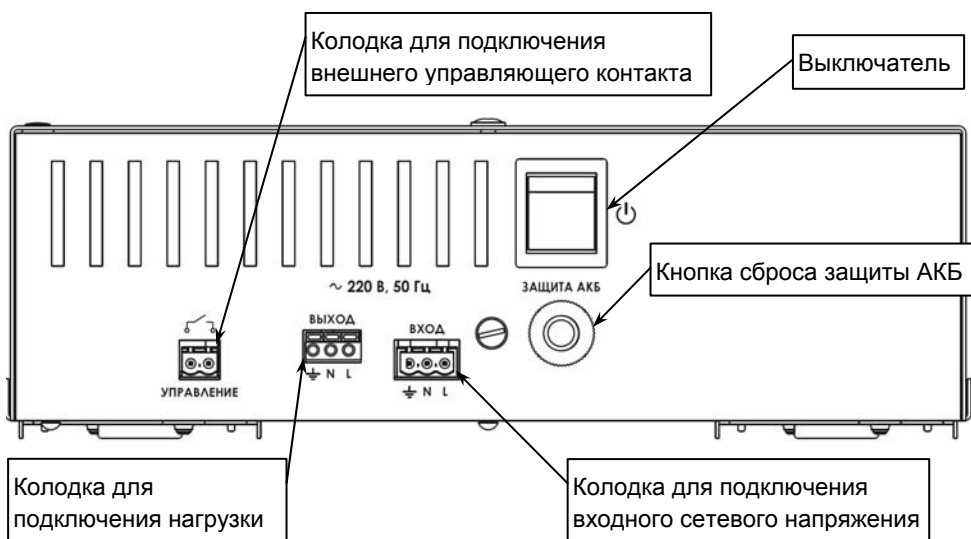
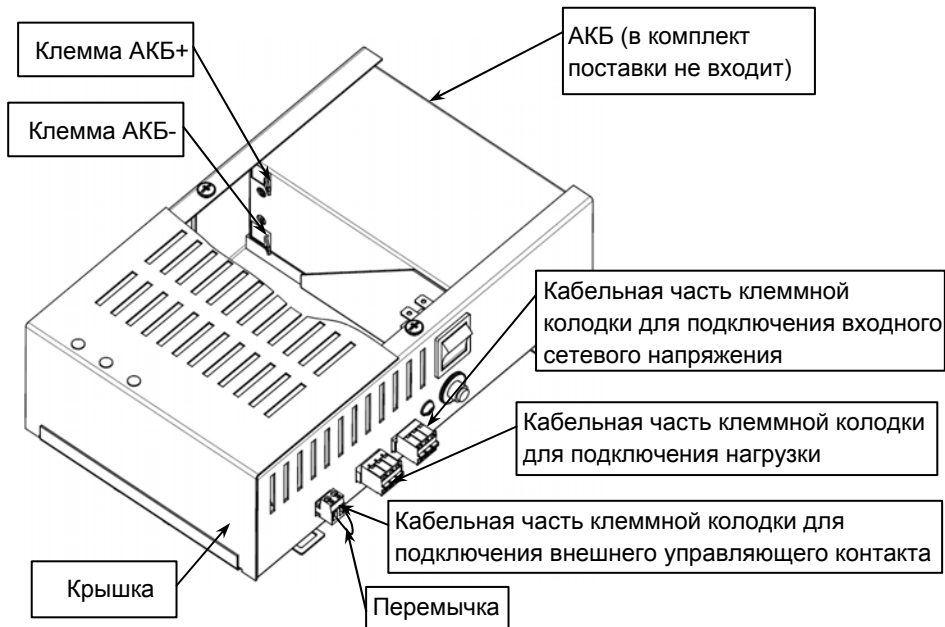

Рисунок 2- вид изделия со стороны подключения
Рисунок 3 — расположение АКБ и кабельных частей колодок
Включение изделия осуществляется выключателем  (см. рисунок 2). Клеммы колодки «УПРАВЛЕНИЕ» должны быть замкнуты внешним управляющим контактом или перемычкой (см. рисунок 3). После включения, изделие в течение 20 секунд тестирует состояние входного сетевого напряжения, индикатор «РЕЗЕРВ» светится. Если уровень сетевого напряжения находится в допустимом диапазоне, изделие подключает нагрузку к источнику сетевого напряжения, индикатор «РЕЗЕРВ» гаснет, индикатор «ОСНОВНОЙ» включается. В противном случае изделие питает нагрузку от АКБ (режим «РЕЗЕРВ»).
- открыть корпус изделия, сняв крышку и разместить в нем АКБ (см. рисунок 3);
- подсоединить к кабельной части разъемной колодки «УПРАВЛЕНИЕ» провода для подключения внешнего управляющего контакта или проводную перемычку (см. рисунок 3);
- Включить изделие выключателем (см. рисунок 2).
Включить изделие выключателем. Изделие выполнит те же действия, что и при работе от сети, за исключением того, что питание нагрузок осуществляется от АКБ. Изделие сразу перейдет в режим «РЕЗЕРВ», индикатор «РЕЗЕРВ» включится (см. рисунок 2).
Изделие включается только в режиме «ОСНОВНОЙ»	Сработала защита изделия по цепи АКБ. Нажать кнопку «ЗАЩИТА» (см. рисунок 2).